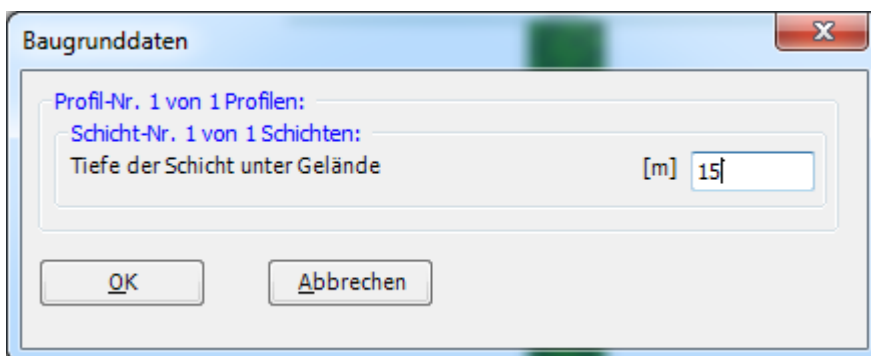

Bild 3.15 Dialogfeld "Tiefe der Schicht unter Gelände"
- Doppelklicken Sie auf Tiefe der Schicht. Das entsprechende Dialogfeld (Bild 3.15) erscheint, um die Tiefe der Schicht zu modifizieren